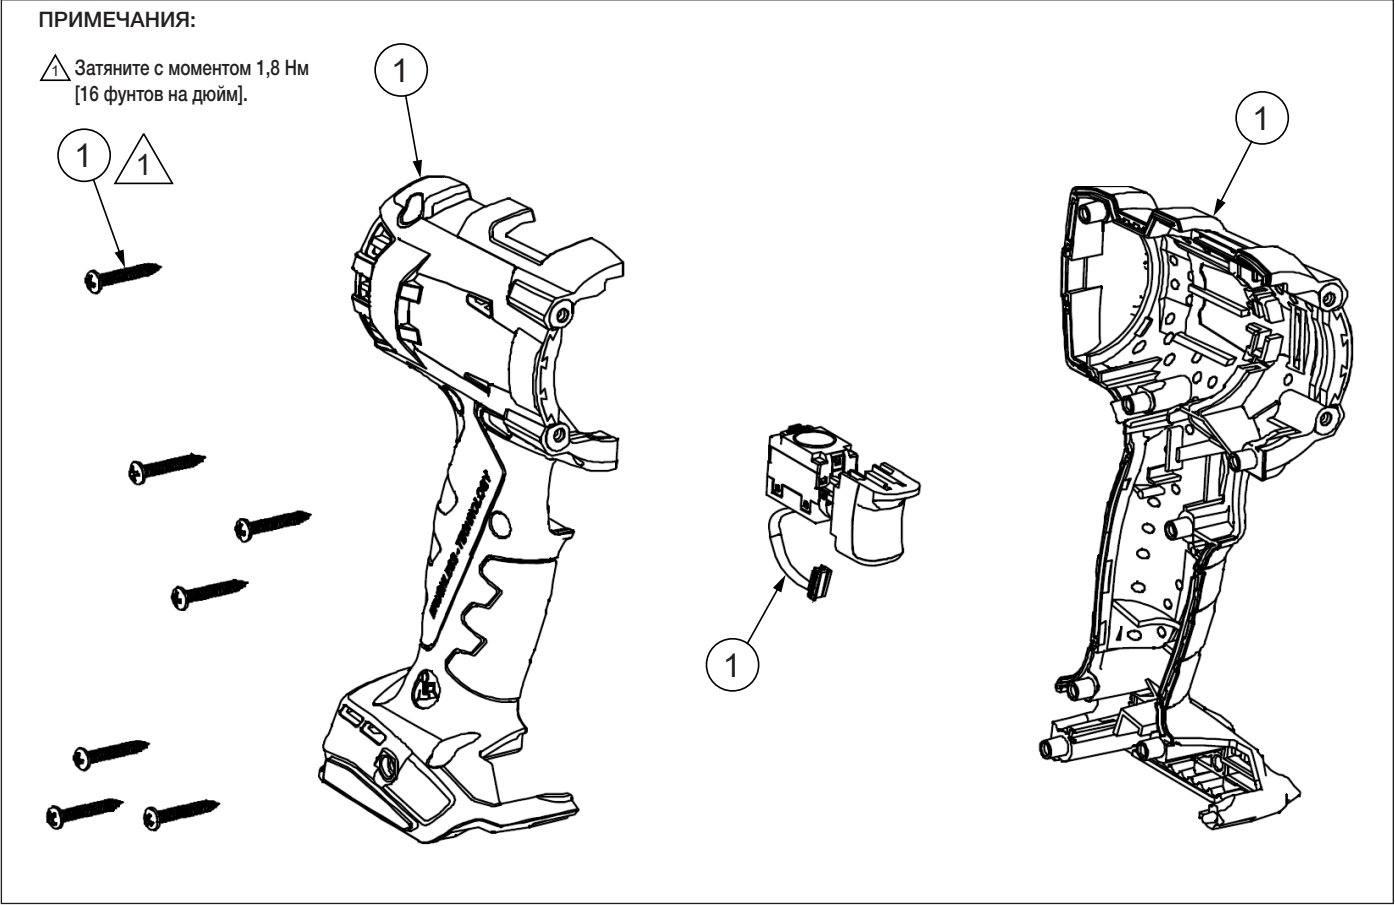

Рисунок 7: Ремонтный комплект ручки
9.2.1 Таблица деталей (рисунок 7)